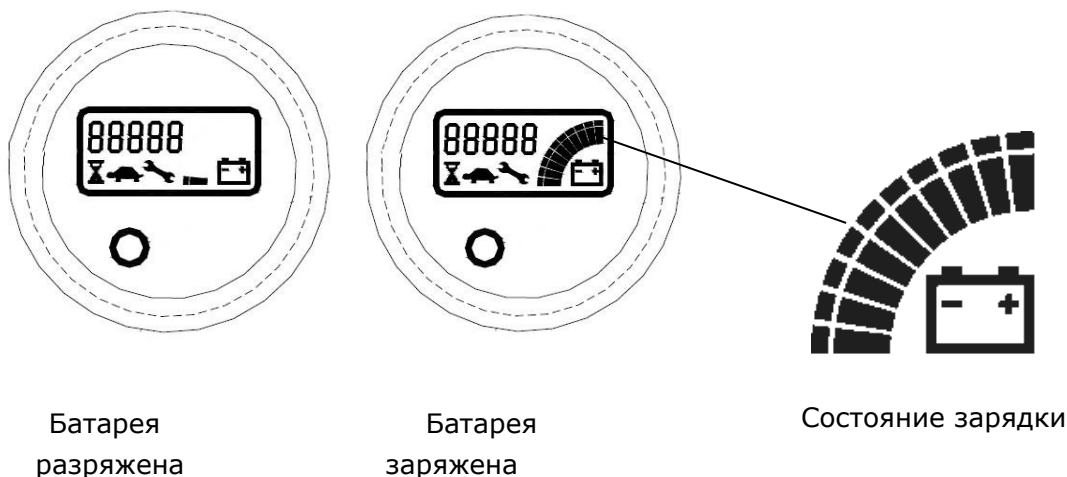

Рис. 16: Индикатор заряда
- Затем подключите основной разъем (рис. 16, поз. 28) зарядного устройства к сети.